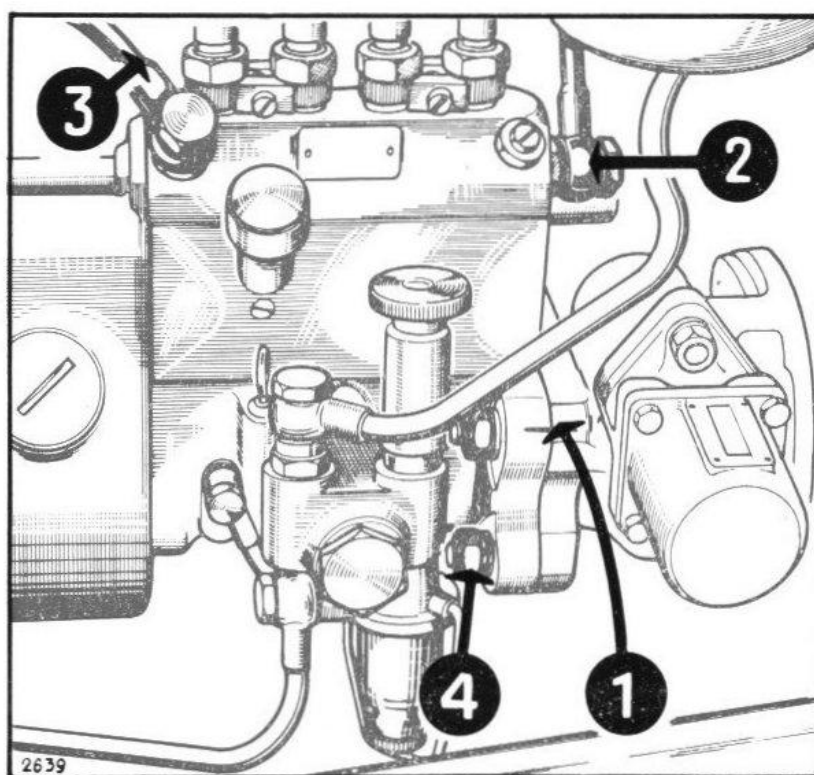

FIG. 29. – Repérage pour le calage de la pompe à injection.
Après avoir procédé à l'accouplement des cannelures, disposer face à face les repères (**rep. 1, fig. 29**) frappés sur le support et sur la bride de la pompe, puis bloquer énergiquement les quatre écrous de fixation munis de leurs rondelles plates et grower.
- Démontez complètement la tuyauterie d'arrivée de combustible (**rep. 2, fig. 29**) à la pompe d'injection et disposer sur ce raccord un petit réservoir à combustible.
Démontez complètement la tuyauterie de retour (**rep. 3, fig. 29**) et obturer l'orifice découvert au moyen d'un raccord approprié.
- Desserrer les quatre écrous (**rep. 4, fig. 29**) fixant la pompe au moteur de façon à rectifier le point d'injection, en jouant sur les lumières usinées dans le carter de pompe, puis resserrer un seul écrou. Réaliser ensuite une nouvelle vérification comme indiqué au **point 6**.
- Après vérification, bloquer énergiquement les quatre écrous (**rep. 4, fig. 29**).